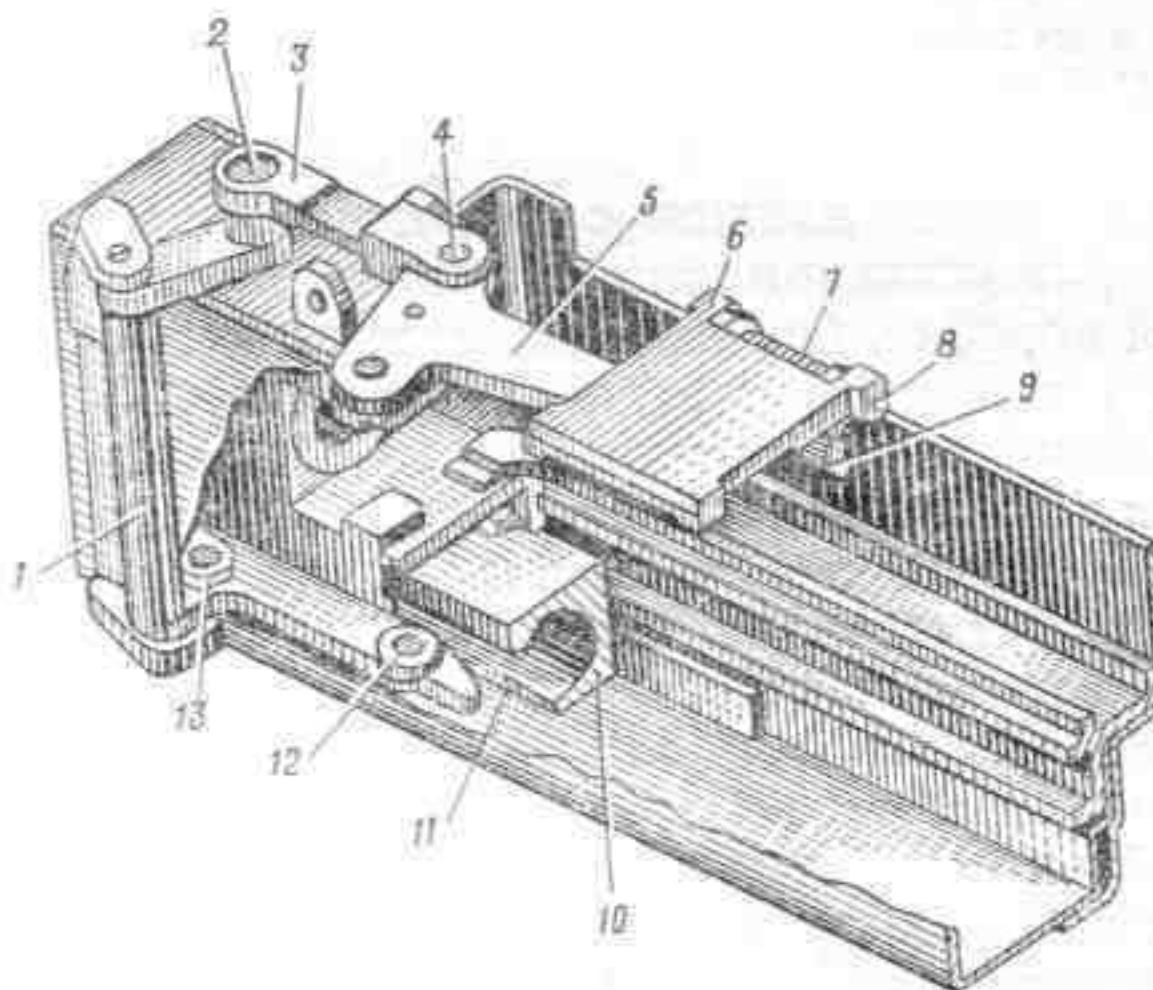

Рис. 43. Подающий механизм:
**18. Подающий механизм (рис. 43)** служит для подачи ленты с патронами в приемник пулемета и для направления патрона при досылании в патронник. Он состоит из качалки с роликом и штырем, движка подачи с роликом, подающих пальцев, пружины, оси подающих пальцев, рычага подачи, оси рычага и серьги.